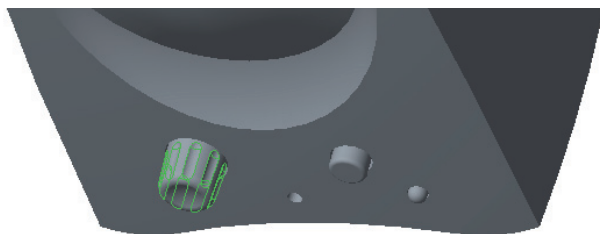

图 12-128 阵列结果
4) 在“阵列”选项卡中单击 (完成) 按钮，得到的阵列结果如图 12-128 所示。